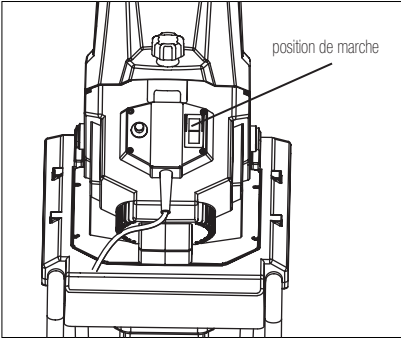

Fig. 5
2. Pour démarrer la déchiqueteuse, appuyez sur le bouton Marche/Arrêt pour le mettre en position de marche (fig. 5).